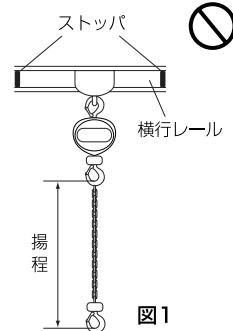

図1
- (4)トロリと組み合わせて使用される場合は、トロリの取扱説明書を熟読し正しくご使用ください。
- (5)トロリを取り付けされるレールの両端末にはストップアを取り付けてください。図1
- (6)つった荷を揺らしてはいけません。
- (7)定格荷重を超える荷は、絶対につらないでください。
- (8)損傷を受けたり、異音がするチェーンブロックを使用しないでください。
- (9)ロードチェーン、手鎖に次の異常があるときは絶対に使用しないでください。
- (10)ロードチェーンの切断・継ぎ足し、溶接は絶対に行わないでください。
- (11)チェーンブロックの改造は絶対にしないでください。
- (12)チェーンブロックを高所から落としたり、持ち運びするとき、引きずったり、放り投げたりしないでください。
- (13)雨や水のかかる場所、不適当な化学薬品等の特殊環境などには据え付けしないでください。